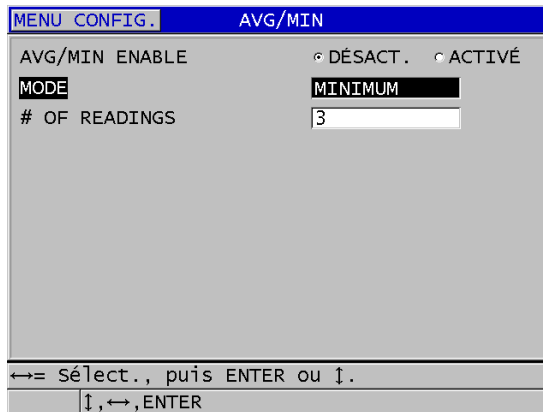

Figure 10-16 Ouverture de la boîte de dialogue de mesure moyenne ou minimale
3. Dans l'écran **AVG/MIN**, faites ce qui suit (voir la Figure 10-16 à la page 175) :